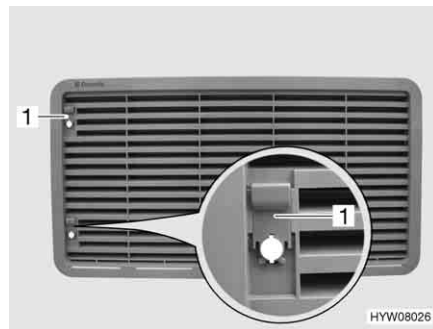

Bild 215 Kylskåpets ventilationsgaller (med spjäll)
- Skjut upp spjället (Bild 215,1).